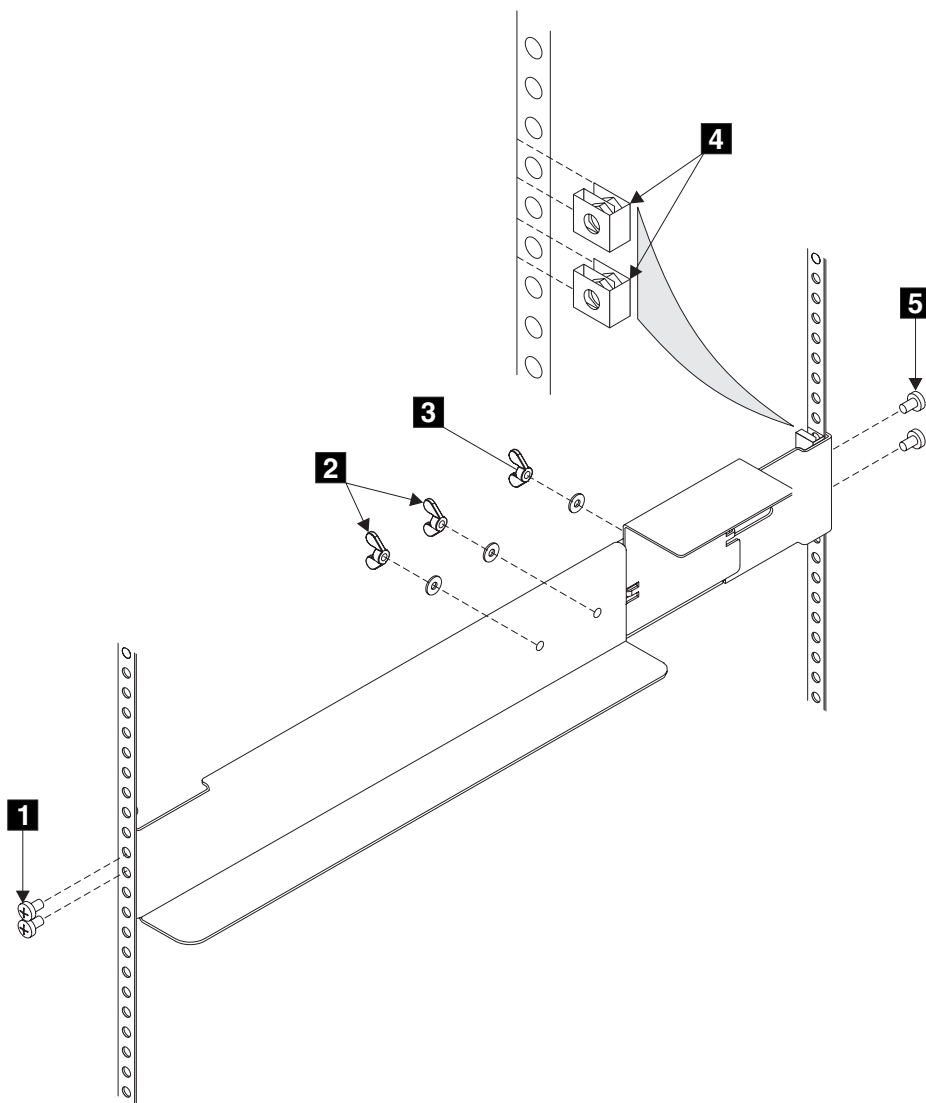

図 280. ラックに 2145 UPS を取り付けるためのサポート・レール・コンポーネント
2. 2 つの調整ウイング・ナット **2** (図 280) を緩めます。